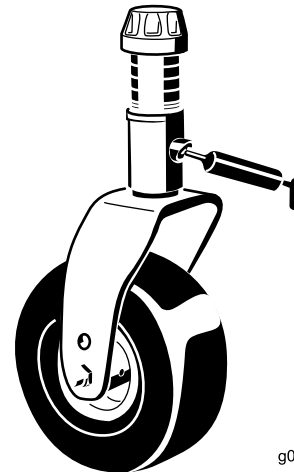

Figure 65
- Bague d'axe de fourche de roue pivotante (1) (Figure 65)
- Bagues de pivot du bras de la poulie de tension (1) (sur le bras)